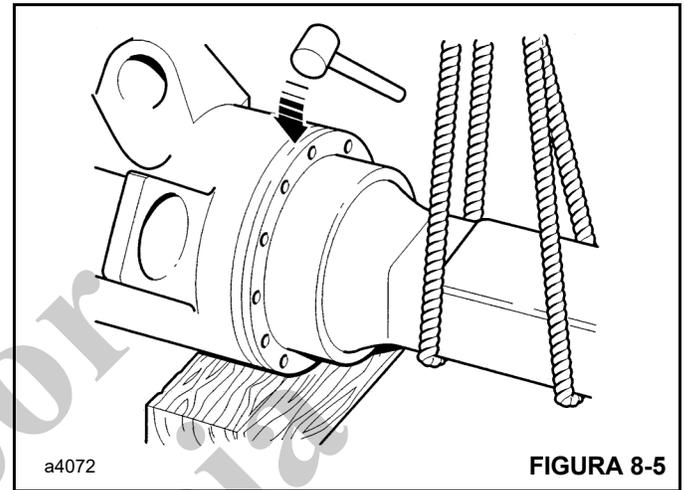

FIGURA 8-5
3. Separe el brazo del eje de la cabeza motriz (Figura 8-5) golpeando la brida con un martillo de superficie blanda. Retire todos los residuos de material de empaquetadura de las superficies de acoplamiento.